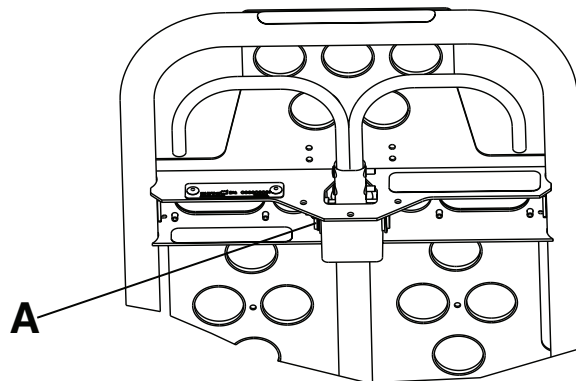

Figure 8 – Position de la vis de blocage
2. À l'aide d'une clé à 6 pans de 3/32 po, desserrer la vis de blocage (A) qui fixe la tige de gaz à l'étrier (Figure 8).